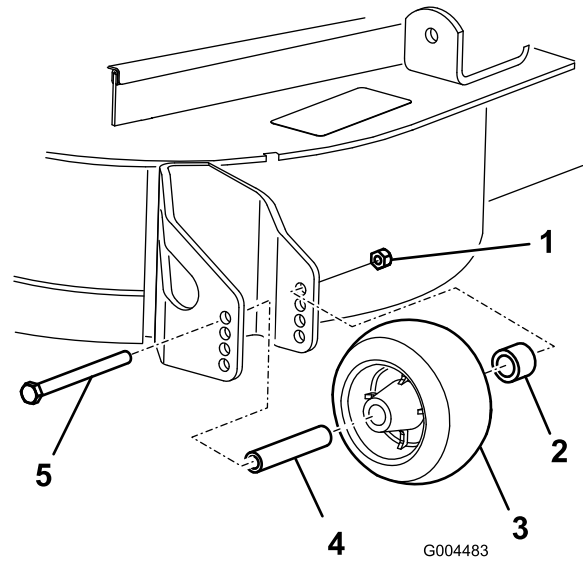

Bild 22
Hinweis: Ziehen Sie sie auf 54-61 Nm an (Bild 22).
- Nach dem Einstellen der Schnitthöhe sollten Sie die Rollen einstellen. Nehmen Sie die Bundmutter, die Büchse, das Distanzstück und die Schraube ab (Bild 22).